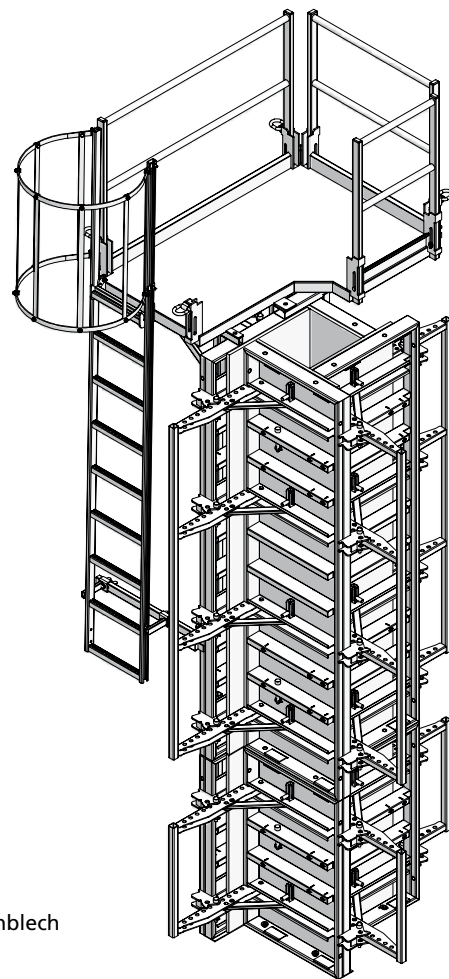

Abb. 11.2
3. Das Unterstockelement aufrichten und mit der bestehenden Elementeinheit mit AS-Schalschlössern verbinden (Abb. 11.2). Zur Positionierung kann es sinnvoll sein, 2 Sicherungsbolzen durch die Transportlöcher zu stecken und dann die Schalschlösser zu montieren. Danach müssen die Sicherungsbolzen wieder entfernt werden.